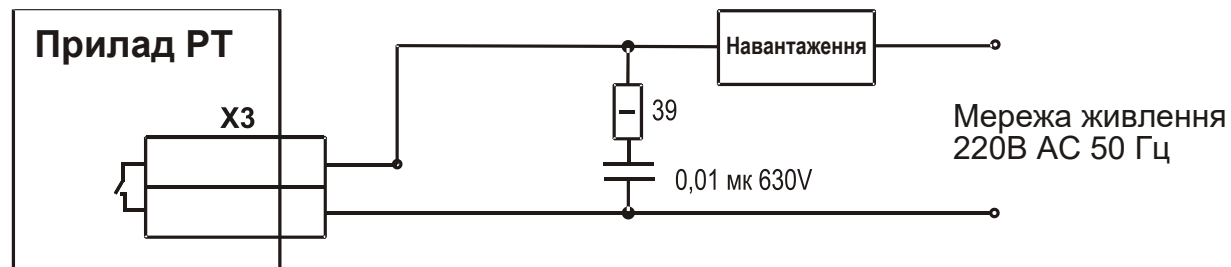

Рисунок 9.4 – Підключення охолоджувача та нагрівача до приладу
9.4 Підключення охолоджувача та нагрівача до релейних виходів приладу (рис. 9.4).